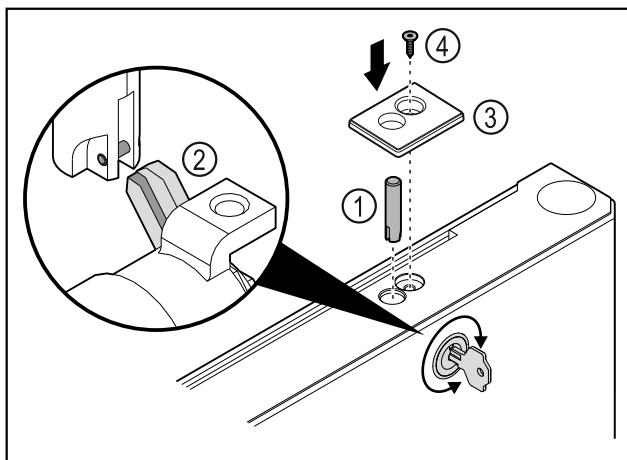

Fig. 47
- Nasadte čap zámku Fig. 47 (1).
- Zláhka otáčajte zámok, aby čap zámku Fig. 47 (2) zapadol do drážky zámku.
- Nasadte kryt Fig. 47 (3).
- Nasadte skrutku Fig. 47 (4).